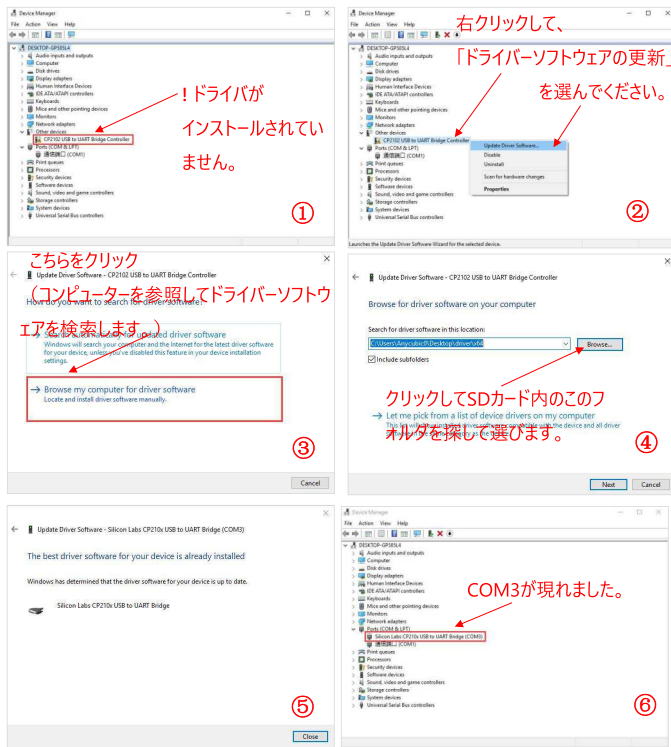
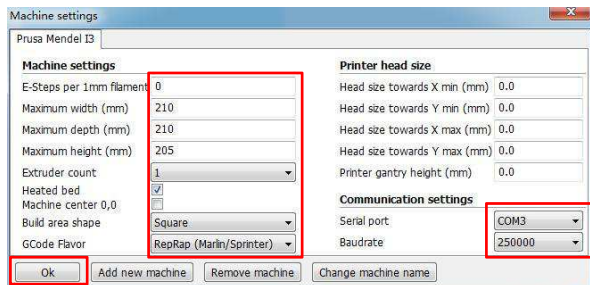

図 18
図 24
- ▶ まずはマイコンピュータ → プロパティ → デバイスマネージャー を開きます。そして図18を参考にドライバーをインストールしてください。
- ▶ インストールが終了すると 図18⑥のようにCOMポートが現れます。ここではCOM3ですがこの番号はランダムです。この番号はこの後インストールするスライサーソフトを使ってPCとつなぐ場合に設定時に必要になります。メモしておいてください。
(1) プリントの設定
“Machine”--->“Machine settings”をクリックして各種パラメーターを設定します。図24を参考してください。右下の“Serial port”には図18⑥でメモしたCOMポートを選択してください。そうしないとパソコンとプリンタが接続されません。すべての設定が終わればOKボタンをクリックしてメインメニューに戻ります。
- ④ Filament Diameter (フィラメント径)：1.75mm
- ⑤ Nozzle size(ノズルサイズ)：0.4mm
- ⑥ Enable cooling fan(造形物冷却用ファン):ABSではチェックを外すことをお勧めします。